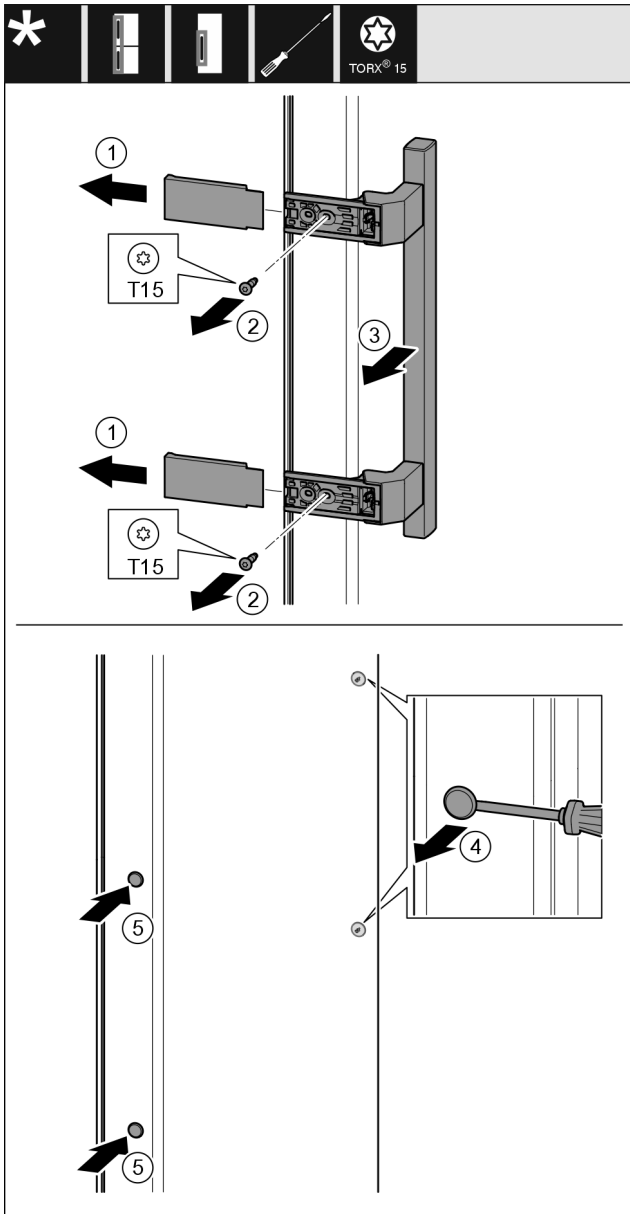

Fig. 24
- ▶ Stiahnite kryt Fig. 24 (1).
- ▶ Vyskrutkujte skrutky Fig. 24 (2) skrutkovačom.
- ▶ Odoberte držadlo Fig. 24 (3).
- ▶ Plochým skrutkovačom opatrne nadvihnite a vyberte bočnú zátku Fig. 24 (4).
- ▶ Zátku Fig. 24 (5) opäť nasadte na druhú stranu.